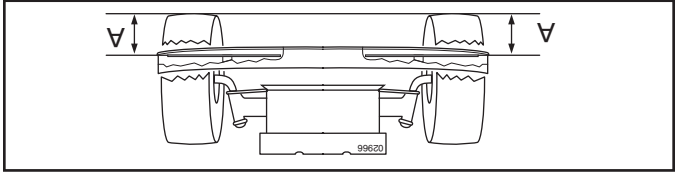

Fig. 29
- AJUSTEMENT LATÉRAL DE PRÉCISION (Voir la Fig. 29)